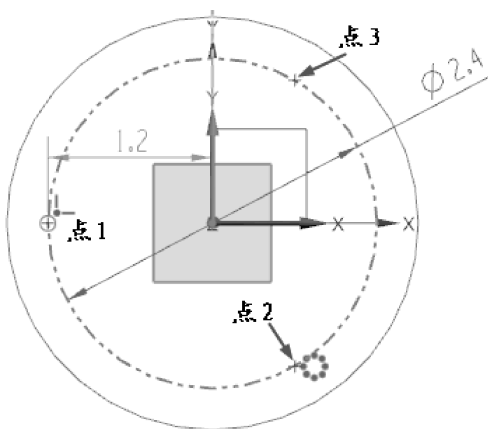

图 3-69 绘制 3 个点
- 03 在草图环境中绘制如图 3-69 所示的 3 个点，完成后单击【完成】按钮，退出草图环境。